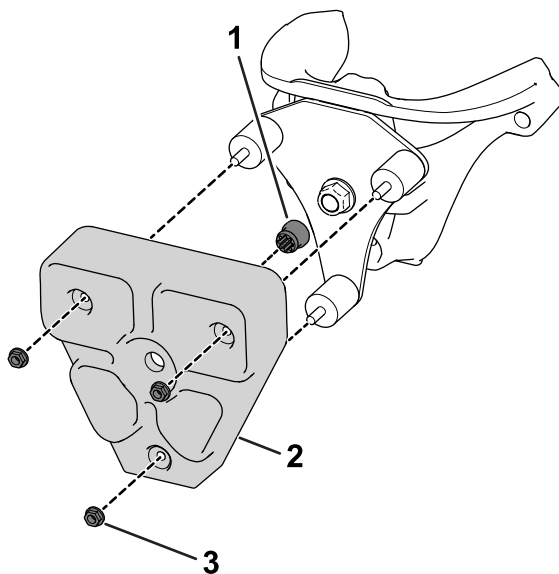

Bild 6
10. Setzen Sie eine Tülle in den TMD-Ballast ein (Bild 6).
11. Befestigen Sie den TMD-Ballast mit drei Gummidämpferbefestigungen und drei Muttern (5/16") an der Befestigungsplatte (Bild 6).